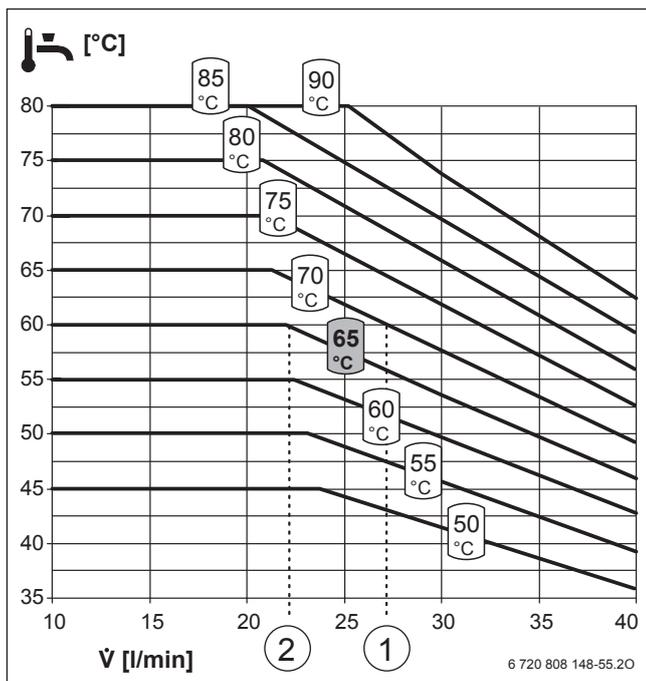
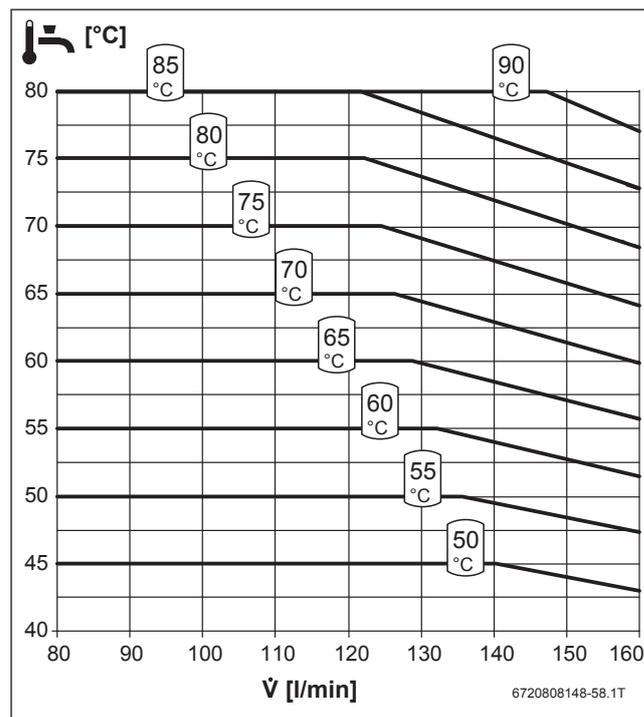

Bild 149 Temperaturverhalten FS27/3 (N)
Bild 154 Temperaturverhalten Kaskade FS160/3 (N)
Beispiel 1: Einzelstation FS27/3 (N): Um eine Warmwassertemperatur von 60 °C zu erreichen, ist bei einer Entnahme von 22 l/min eine Temperatur von 65 °C im Bereitschaftsteil erforderlich (→ Bild 149, [1]).
Beispiel 2: Einzelstation FS27/3 (N): Um eine Warmwassertemperatur von 60 °C zu erreichen, ist bei einer Entnahme von 27 l/min eine Temperatur von 70 °C im Bereitschaftsteil erforderlich (→ Bild 149, [2]).
Legende zu Bild 149 ... Bild 154: